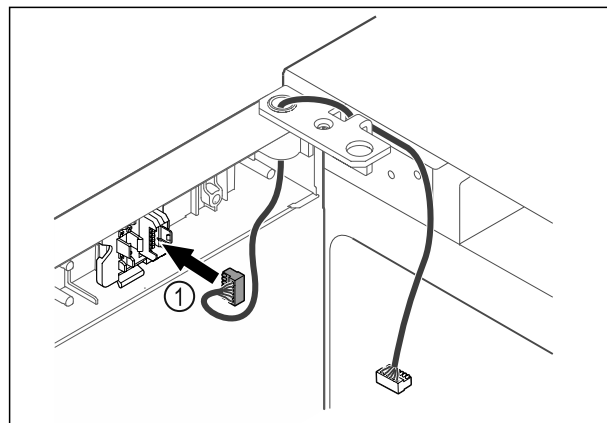

Fig. 43
- ▶ Stekker Fig. 43 (1) in steckerhouder steken.